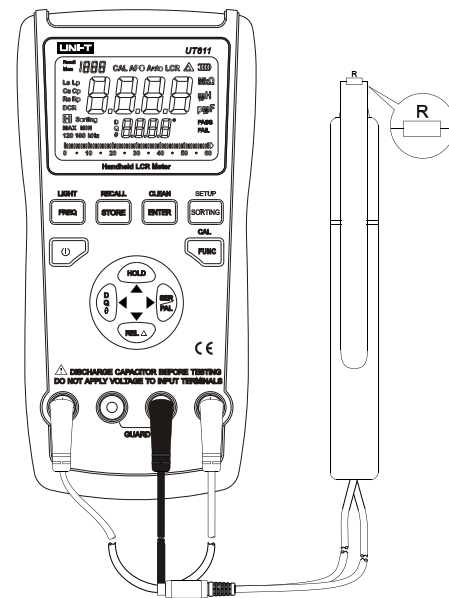

图 8
- 3) 将电阻插入测试端口或用相应的附件接入被测电阻（如图8）。